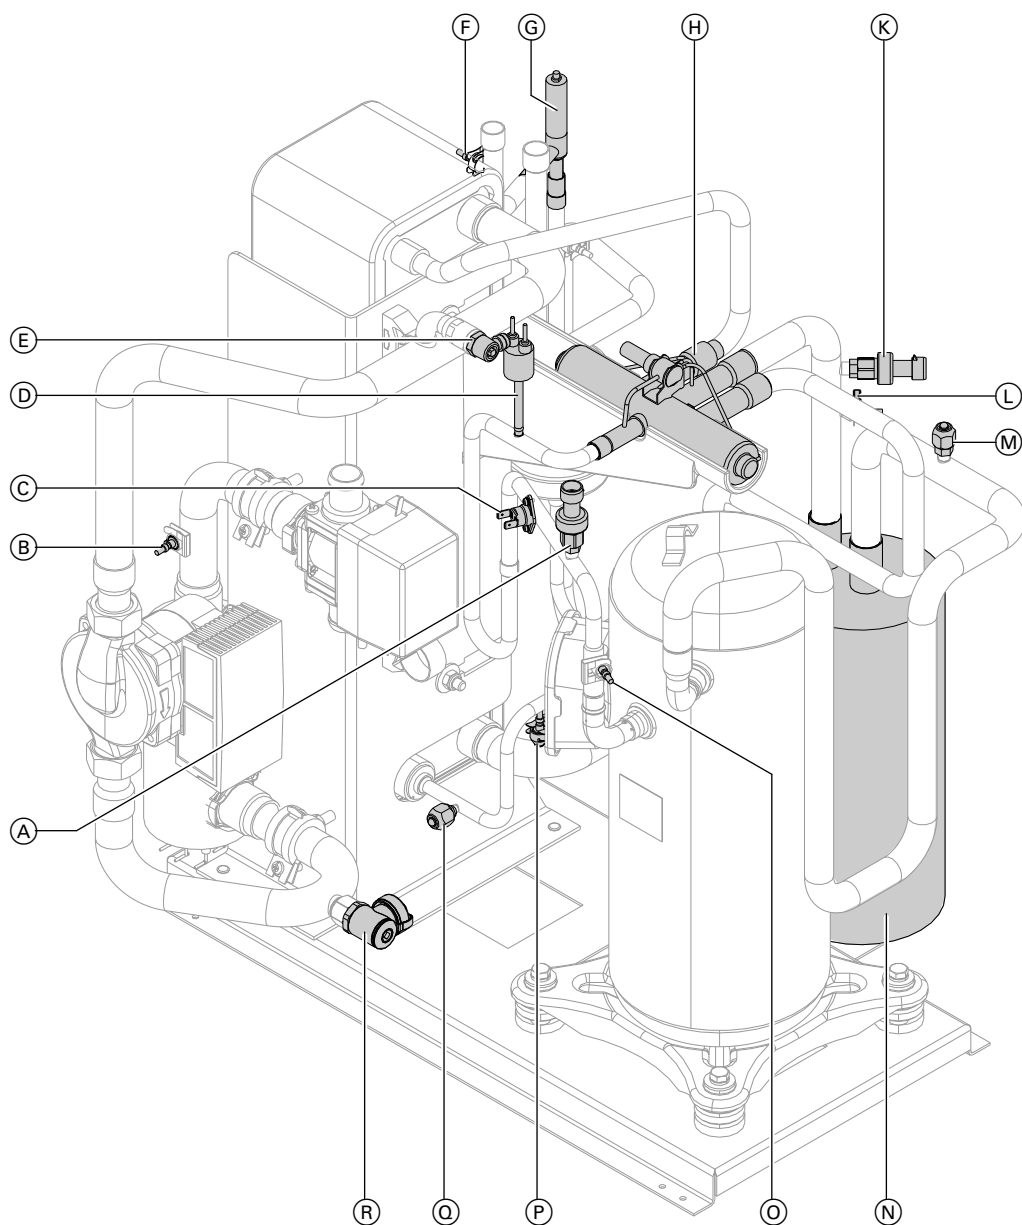

Abb. 47
2. Wärmepumpe am Entleerungshahn entleeren: Siehe Abb. 47.
- Position der Sensoren in der Wärmepumpe: Siehe Abb. 47 auf Seite 61.